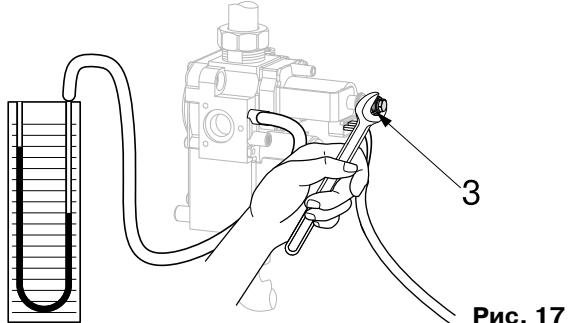

Рис. 17
- с помощью плоского ключа на 8 поворачивайте гайку **3** (рис. 17), удерживая винт **4**, и доведите значение давления до величины, указанной в таблице “Максимальная мощность”.